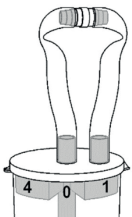

Abb. 4
- Forbind begge slangeender fast med slangekontakten. Sugopolypfælden er således forseglet (Fig. 4).